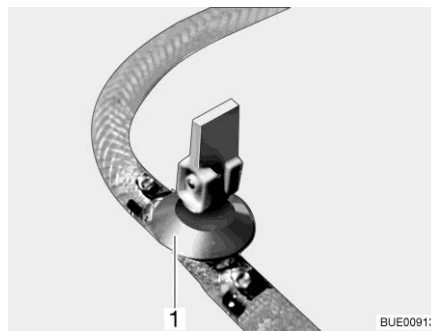

Bild 192 Avtappningskran (med vipparm)
- Stäng alla avtappningskranar. Ställ vipparmens avtappningsventil (Bild 192,1) vågrätt.